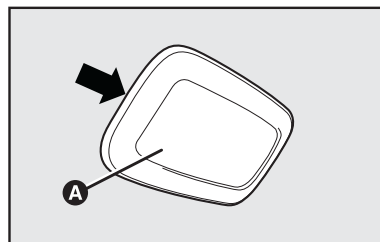

fig. 28
- atuar no ponto indicado pela seta com uma chave de fenda, cuidando para não danificar o revestimento do teto e a plafoniera com a ferramenta, e remover a plafoniera **A-fig. 28**;